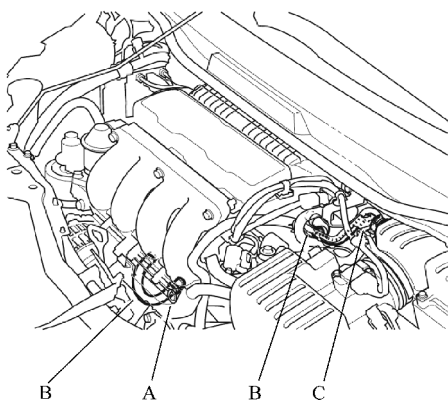

图 17-6 检查 PCV 管路
2) 检查 PCV 阀 A、软管 B、管 C 和连接处是否泄漏或堵塞，如图 17-6 所示。